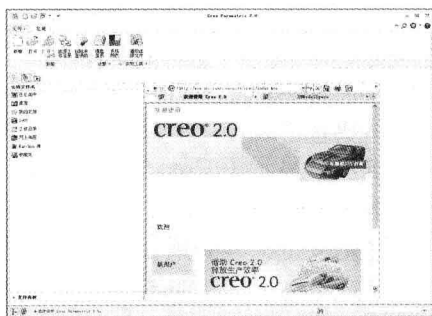

图 1-2 Creo Parametric 2.0 软件环境
Step 02 欢迎界面消失后, 系统进入 Creo Parametric 2.0 软件环境, 如图 1-2 所示。